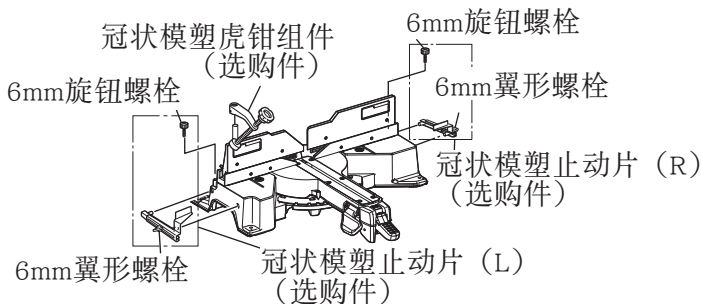

图30
- (1) 冠状模塑止动片（L）和（R）（选购件），可以方便地切割冠状模塑，而无需倾斜锯条。将其安装在底座两侧，如图30所示。插入后旋紧6mm旋钮螺栓，以固定冠状模塑止动片。
- (2) 冠状模塑虎钳（B）（选购件）可安装在左挡板（挡板（B））或右挡板（挡板（A））上。它可与冠状模塑的斜角结合，并可按下虎钳。